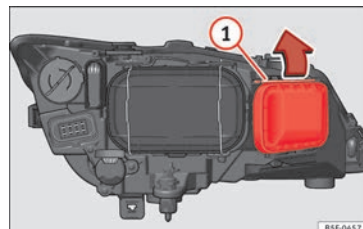

Fig. 210 Lâmpada da luz de máximos.
- Desloque o tirante »» **Fig. 210** ① no sentido da seta e puxe a tampa.